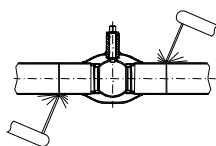

Bild 1
- 3.1.5 Der Kugelhahn soll völlig geöffnet sein, wenn er in ein waagrechtes Rohr (Bild 1) eingeschweißt wird.